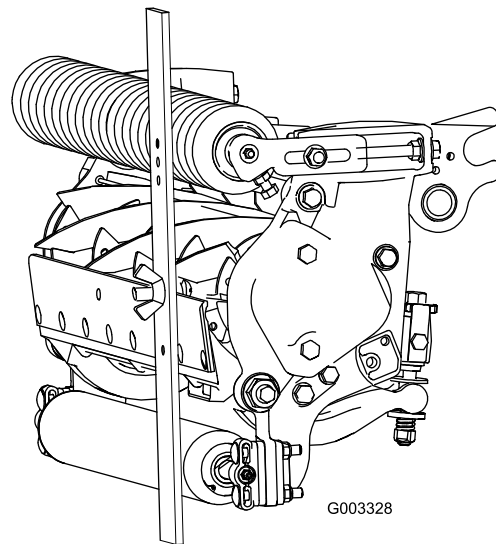

Figure 21
3. Accrochez la tête de la vis sur le bord tranchant de la contre-lame et appuyez l'arrière du gabarit contre le rouleau arrière (Figure 21).
4. Tournez la vis de réglage jusqu'à ce que le rouleau avant touche le gabarit (Figure 21). Réglez les deux extrémités du rouleau jusqu'à ce que celui-ci soit parfaitement parallèle à la contre-lame.